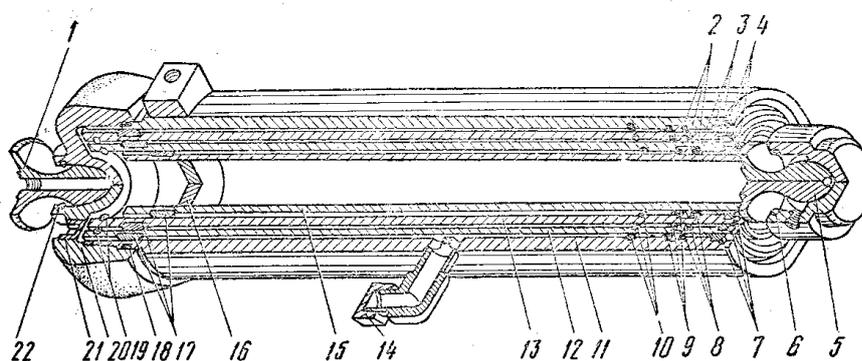

Рис.14. Гидроцилиндр.
5.7.2. Гидроцилиндр (рис.14) телескопического типа трехступенчатый, закрепленный на двух шариковых опорах, предназначен для подъема платформы при разгрузке.